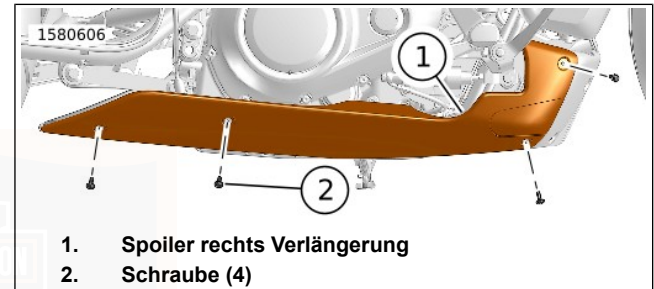
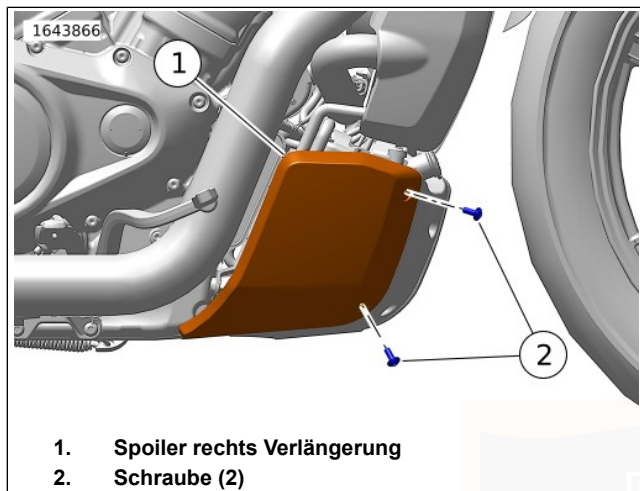

Abbildung 88. Spoiler Rechte Verlängerung (Lang)
Abbildung 89. Spoiler Rechte Verlängerung (Lang)
1. Siehe Abbildung 88 und Abbildung 89. Schrauben (2) entfernen.
2. Spoiler rechte Verlängerung (1) ausbauen.
1. Siehe Abbildung 88 und Abbildung 89. Spoiler rechte Verlängerung (1) einbauen.
2. Die Schrauben (2) anbringen. Festziehen.